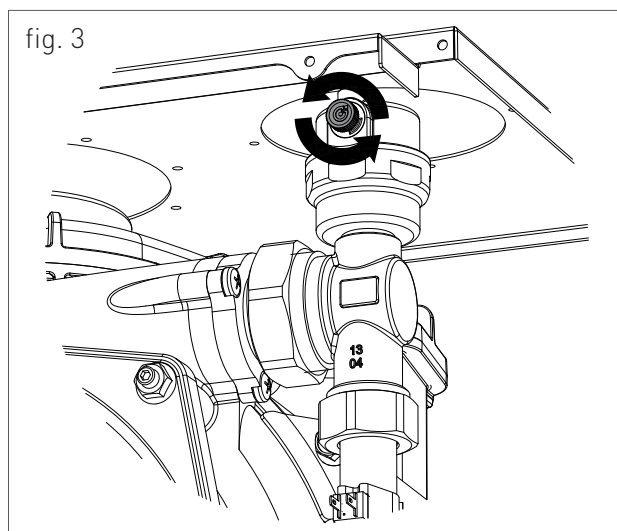

fig. 3
2. allentare leggermente il tappo della valvola jolly posizionata in alto al blocco a condensazione (fig. 3) per permettere all'aria di fuoriuscire dal punto più alto dell'impianto;